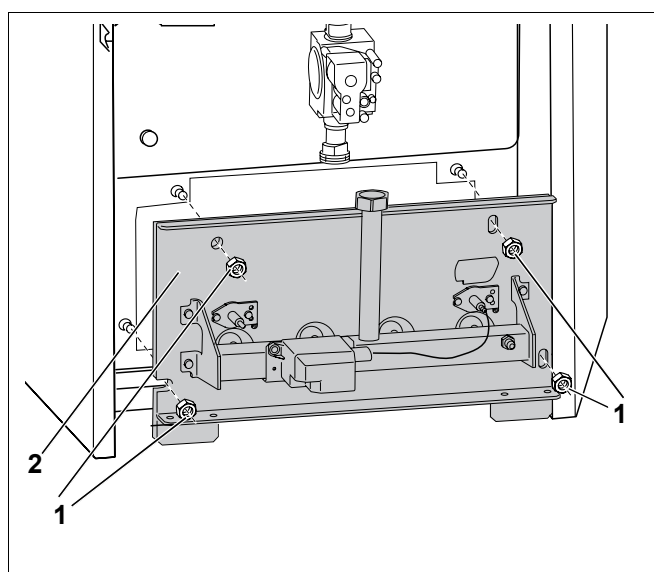

Рис. 40 Снятие крепежных гаек
- Открутить крепежные гайки (рис. 40, **поз. 1**) на щитке горелки (рис. 40, **поз. 2**) и вынуть газовую горелку.
- При креплении щитка горелки (рис. 40, поз. 2, стр. 57) слегка затянуть четыре болта.